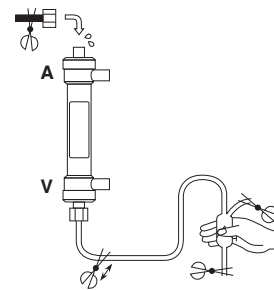

Fig.3 / Abb. 3 / Εικ. 3
- Sluit de arteriële slang die is gevuld met fysiologische zoutoplossing voorzichtig aan op de arteriële poort en zorg ervoor dat er geen lucht in de dialysator komt. Als er luchtballen worden waargenomen in de arteriële poort, verwijder ze dan door in de veneuze druppelkamer te knijpen. (Fig. 3)